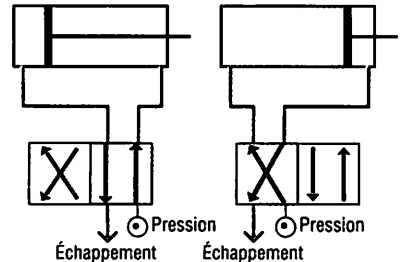
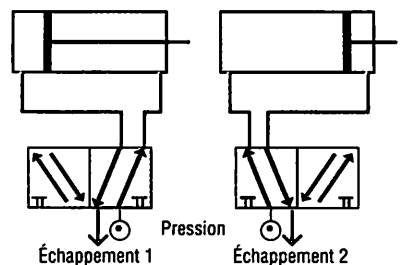

Fig. 15 : Vérin double effet commandé par un distributeur 4/2 (4 orifices-2 positions).
Fig. 16 : Vérin double effet commandé par un distributeur 5/2 (5 orifices-2 positions).
Ce distributeur permet d'alimenter deux canalisations et d'en assurer la mise à l'échappement. Il commande les vérins double effet. Il possède 2 positions mais peut avoir 4 orifices (fig. 15) ou 5 orifices (fig. 16). (2 sorties, 1 mise en pression et un ou 2 orifices d'échappement).
- Mode de commande (fig. 15 et 16).